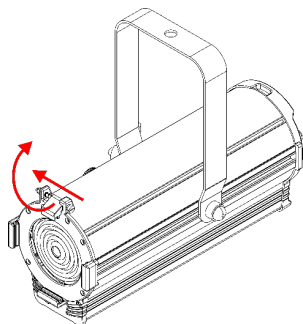

Fig. 10
- 01) Spingere la **vite a molla (09)** e allo stesso tempo sollevare la **clip della cornice cromatica (08)** e girarla all'indietro (vedere la Fig. 10).